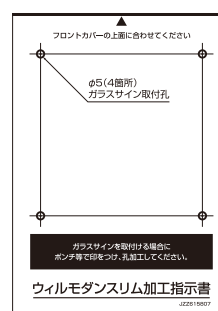

図6-2 加工指示書
- サインの取付けの際に加工の位置がずれないように加工指示書を付属しています。(図6-2参照)